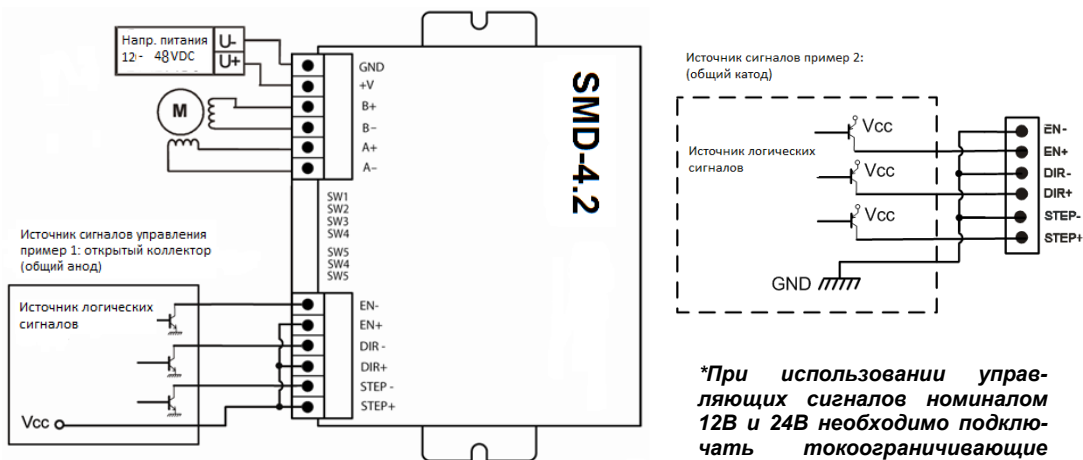

Рис. 2. Подключение блока управления.
*Подключение блока управления согласно схеме (см. Рис.2 стр.3)
Подсоедините к блоку управления SMD-4.2 обмотки ШД, источник питания, источник логических сигналов как показано на рис. 2.